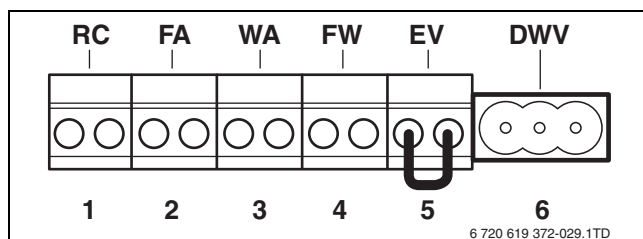

Bild 37 Klemmleiste Niederspannungsanschlüsse
- Modulierende Buderus-Regelung an die orangene Anschlussklemme RC (→ Bild 37, [1]) anschließen. Hierzu ein 2-adriges Stromkabel von jeweils 0,4 bis 0,75 mm² verwenden.
- Dazugehöriger Außentemperaturfühler an die blaue Anschlussklemme FA (→ Bild 37, [2]) anschließen. Hierzu ein 2-adriges Stromkabel von jeweils 0,4 bis 0,75 mm² verwenden.
- Den Kontakt für eine potenzialfreie Wärmeanforderung an die grüne Anschlussklemme WA (→ Bild 37, [3]) anschließen. Der maximal zulässige Widerstand dieses Kreises ist 100 Ohm. Hierzu ein 2-adriges Stromkabel von jeweils 0,4 bis 0,75 mm² verwenden.
Es ist nicht möglich, gleichzeitig auf den RC-Anschluss (→ Bild 37, [1]) und auf den Klemmenanschluss potenzialfreie Wärmeanforderung (WA) einen Thermostat anzuschließen (→ Bild 37, [3]).
- ▶ Brücke an der Anschlussklemme EV (→ Bild 37, [5]) entfernen.
- ▶ Externer Schaltkontakt an die rote Anschlussklemme EV (→ Bild 37, [5]) anschließen.
- Anschluss der Module an Anschlussklemme RC (→ Bild 37, Seite 21) vornehmen.